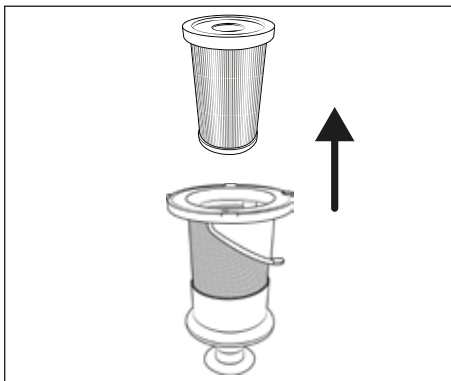

Fig. 18
- 3) Para retirar el filtro HEPA **5** del filtro de acero inoxidable **6**, agarre el filtro HEPA **5** por el orificio y extráigalo del filtro de acero inoxidable **6** (consulte la fig. 18).